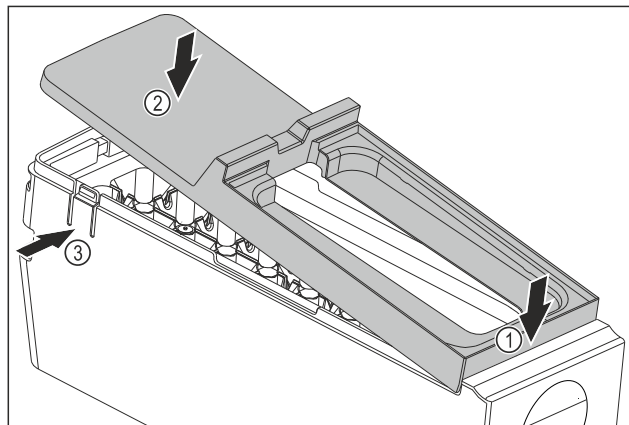

Fig. 144
- Montáž krytu korpusu EasyTwist-Ice: Kryt nasadte vpredu. Fig. 144 (1)
- Kryt spustíte dozadu. Fig. 144 (2)
- Kryt počutelné zapadne od oboch strmeňov Fig. 144 (3).